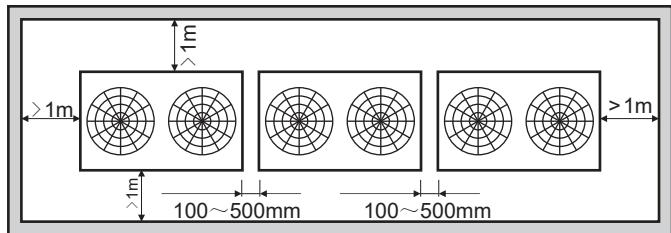

Fig. 3.10 Espaço de instalação da unidade exterior
1) Ao instalar, você precisa deixar um espaço de manutenção, como mostrado na Fig.3.10, o dispositivo de alimentação deve ser instalado ao lado da unidade externa de acordo com o método mostrado no manual de instalação da unidade de potência.